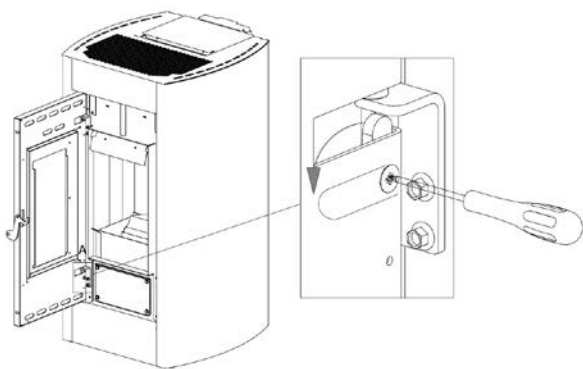

Fig. 28 - Retrait des vis
- À l'aide d'un tournevis, tourner le levier dans la direction de la flèche (voir **Fig. 28**).